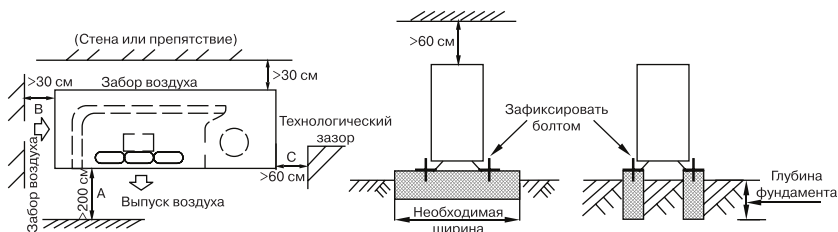

Рис. 12
6. Наружный и внутренний блоки должны располагаться как можно ближе друг к другу. Минимальные расстояния между наружным блоком и препятствиями, показанные на монтажных схемах, могут отличаться от расстояний в условиях монтажа в герметичном помещении. Необходимо оставить открытый доступ в трех направлениях А, В, и С. (Рис. 12).